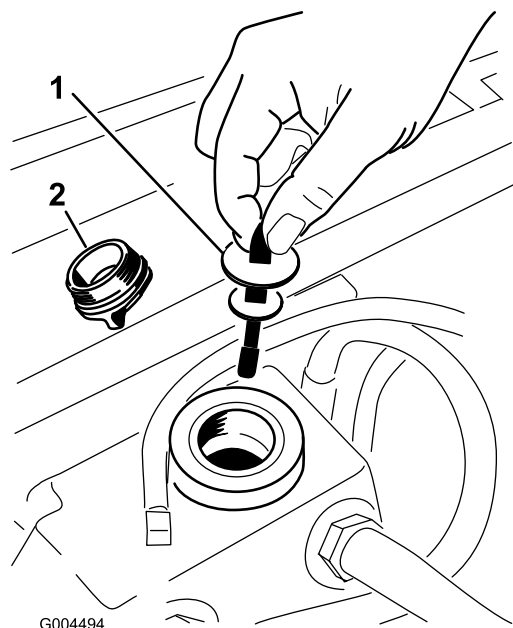

Figure 69
3. Enlevez le bouchon (Figure 69) du goulot de remplissage du réservoir hydraulique.
4. Retirez la jauge et essuyez-la sur un chiffon propre (Figure 69).
5. Remettez la jauge dans le goulot de remplissage, sortez-la de nouveau et vérifiez le niveau de liquide (Figure 69).